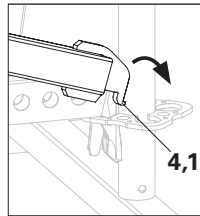

Fig. A1.11a
- attaccare il gancio senza il dispositivo di scorrimento (**4.1**) alla rosetta e spingere verso il basso. (Fig. A1.11a + A1.11b)